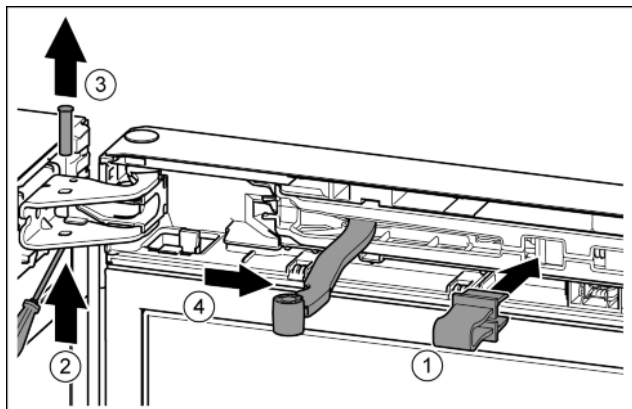

Fig. 8
- Zabezpieczenie zazębić w otworze. Fig. 8 (1)
- Sworznie wysunąć przy pomocy śrubokręta. Fig. 8 (2)
- Sworznie wyjąć w górę. Fig. 8 (3)
- Przegub obrócić w kierunku drzwi. Fig. 8 (4)